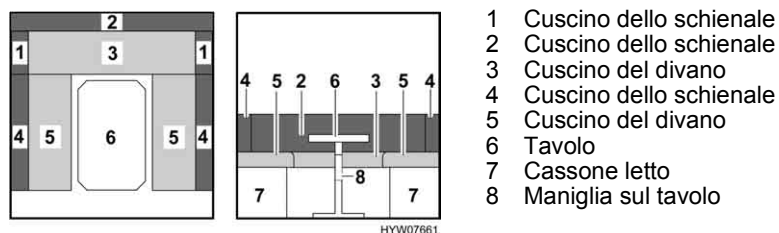

Fig. 66 Prima della trasformazione
- Collocare i cuscini dello schienale (Fig. 66,1 e Fig. 66,2) sotto il tavolo.
- Sistemare i cuscini del divano (Fig. 66,5).
- Sollevare la maniglia (Fig. 66,8) del tavolo (Fig. 66,6) verso l'alto e tirarla leggermente.